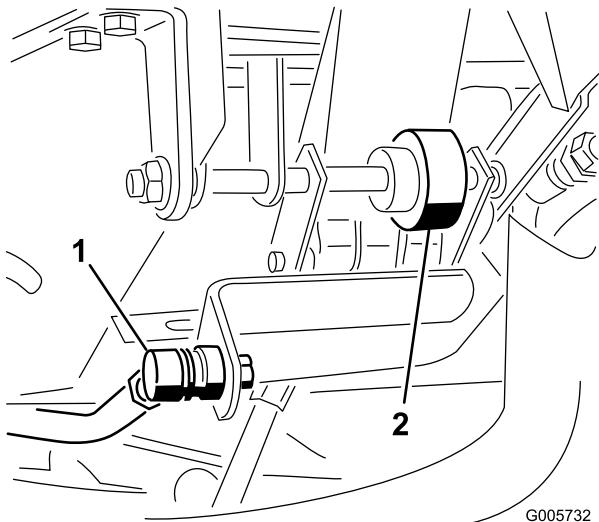

Bild 69
4. Stellen Sie die Steuerstange (Bild 69) ein, bis der Abstand zwischen der Oberkante der Anschlagsschraube des Fahrpedals und des Pedals 3 mm beträgt. Ziehen Sie die Sicherungsmuttern fest.
1. Lösen Sie die zwei Muttern, mit denen die Fahrpedalwelle rechts am Pedal befestigt ist (Bild 69).